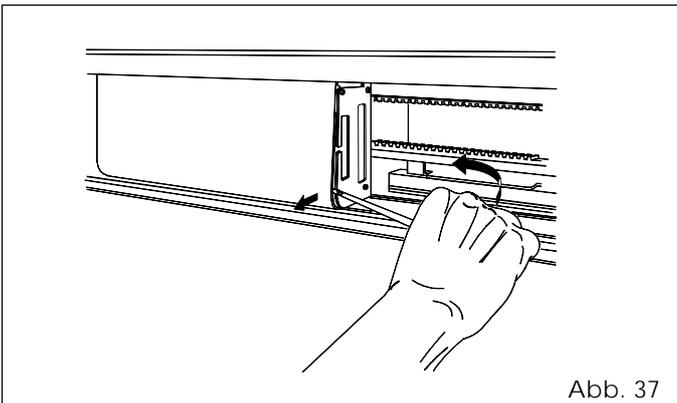

Abb. 37
- Mit einem Schraubenzieher eine leichte Hebelwirkung ausführen, um den Schutzdeckel der Steuereinheit SDM zu entfernen (siehe Abb. 37).